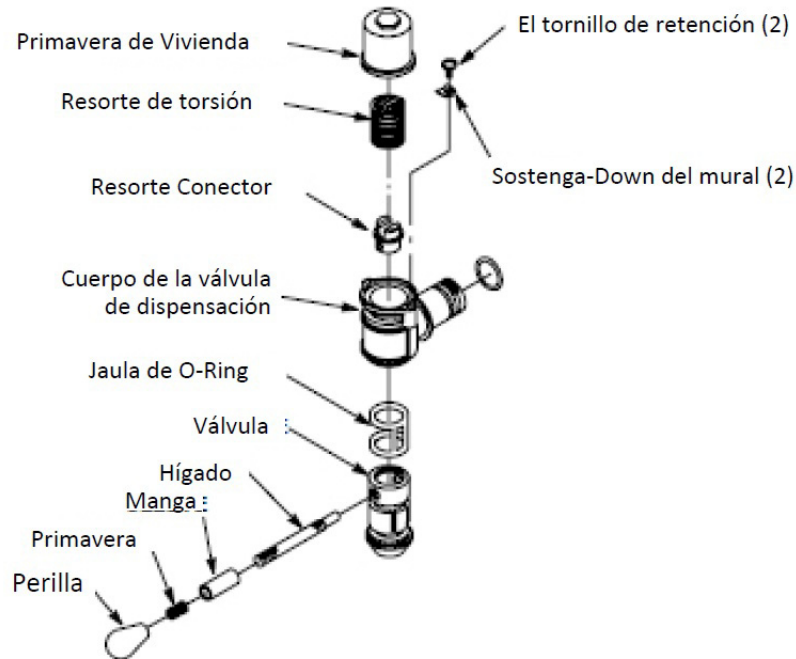

Figura 38. Cierre La Válvula De Dispensación
Se refieren a Figura 38 y realice el procedimiento en Tabla 37. lubricar o cambiar las juntas tóricas enjauladas en cada válvula dispensadora en la unidad.
6.	Desmante la válvula de dispensar (ver Figura 38).